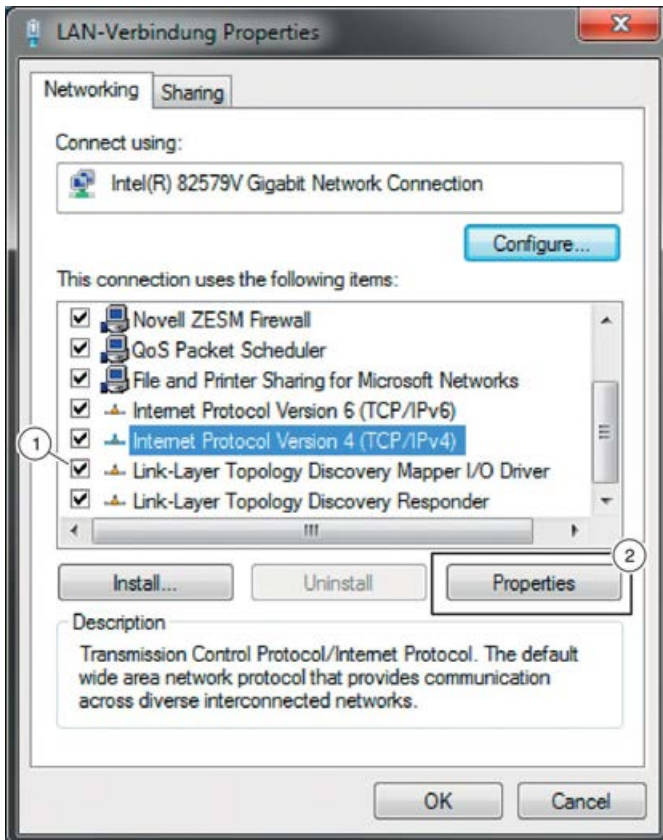

Fig. 48: Propiedades de la conexión LAN
6. ▶ Seleccione «Protocolo de Internet versión 4 (TCP/IPv4)» (Fig. 48 /1), luego haga clic en el botón «Propiedades» (Fig. 48 /2).
7. ▶ Seleccione la opción «Utilizar la siguiente dirección IP:» (Fig. 48 /1), introduzca la dirección IP, la máscara de subred y la puerta de enlace predeterminada y confirme con «OK».